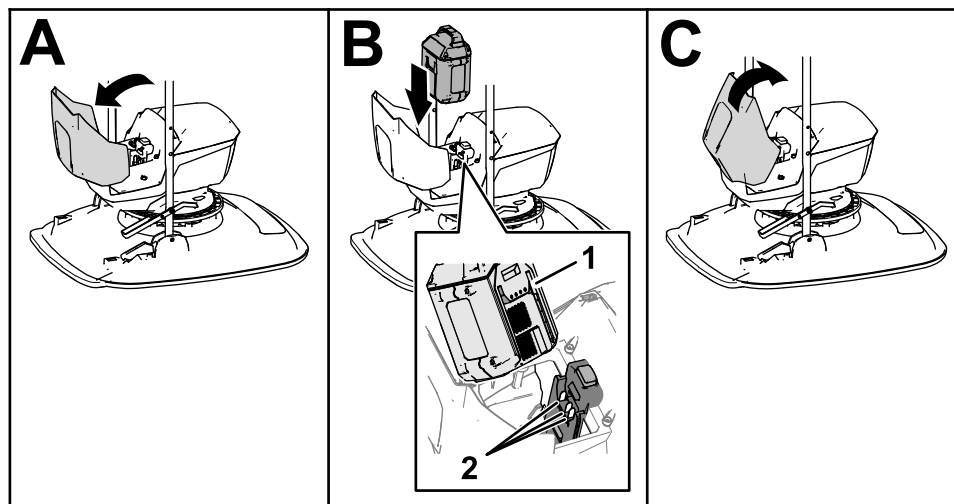

**Bild 15**
3. Öffnen Sie die Abdeckung des Akkukastens (Bild 15).